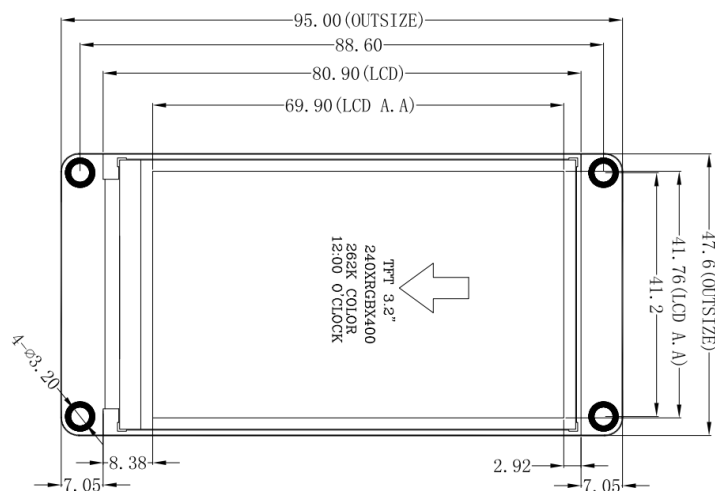

图 2 LCD 触摸屏外观图
对D S 18 B 20 的每一次操作均由4个步骤组成：(1) 初始化(复位操作)；(2) 对R O M操作指令(识别器件)；(3) 对R A M操作指令(读、写、转换)；(4) 收发数据 时序图如图2所示。